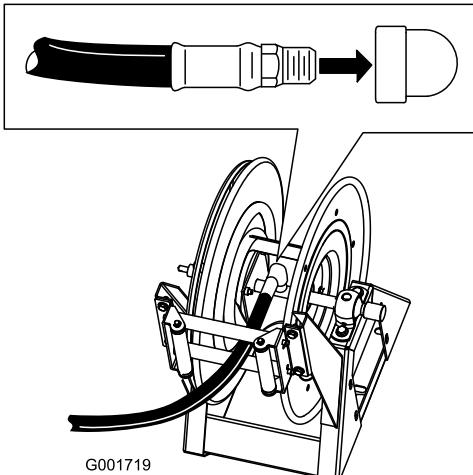

Figura 15
1. Aplique fita de Teflon® em torno das roscas da união na tubagem longa, e instale união no tubo de ligação do cilindro (Figura 15).